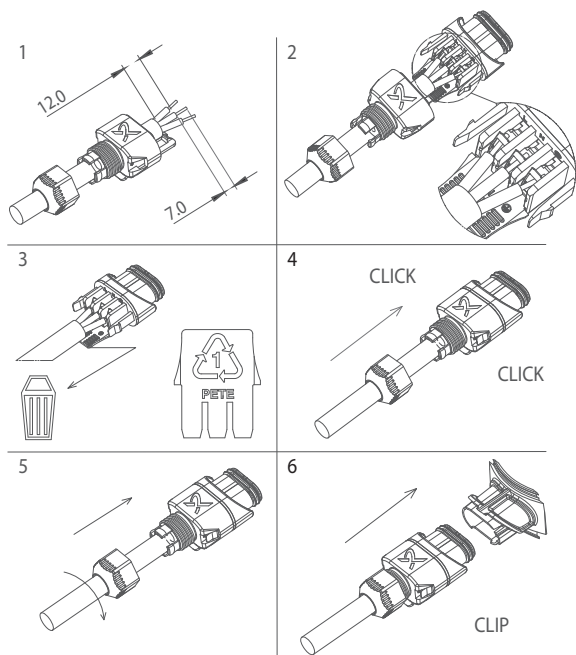

Fig. 10 Montering av stickkontakt
- Anslut pumpen till elnätet med den medföljande stickkontakten. Se fig. 10, steg 1 till 6.